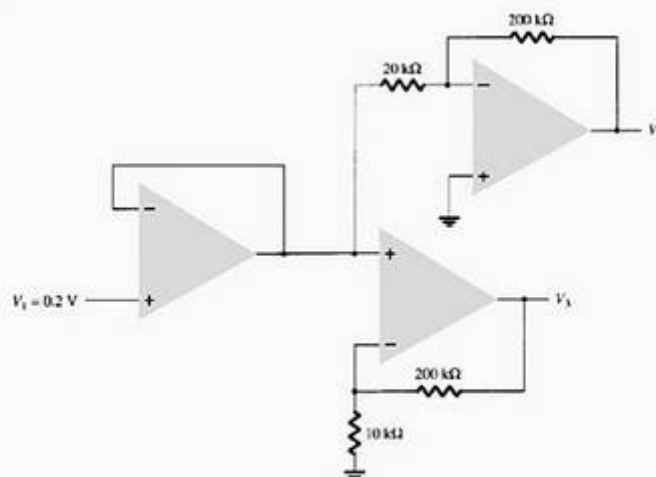

Figura 13.52 Problema 15.
15. Calcule as tensões de saída V_2 e V_3 no circuito da Figura 13.52.